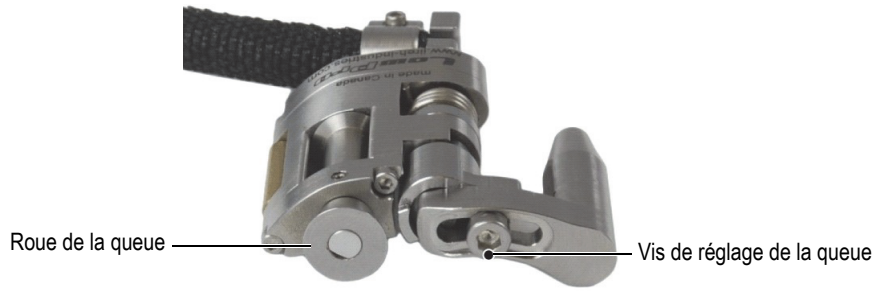

Figure 2-7 Vis de réglage de la queue
- a) Desserrez d'environ un demi-tour la vis de réglage de la queue (voir la Figure 2-7 à la page 41) pour permettre au dispositif de réglage de la longueur de glisser librement.